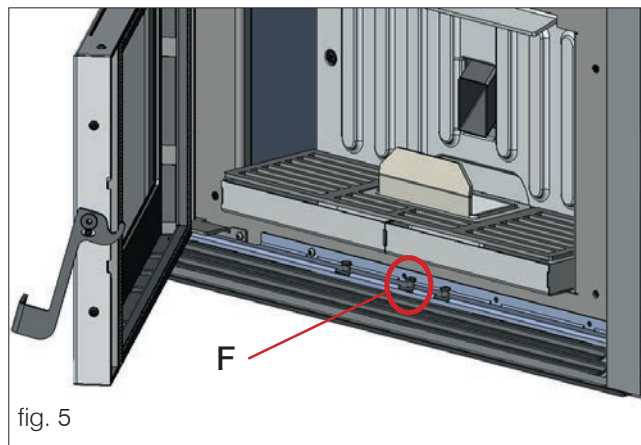

fig. 5
- Aprire l'antina e sollevare il fermo di blocco di scorrimento (**F** - fig. 5).